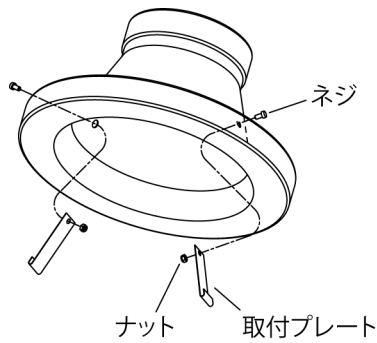

Fig. 6
- ① スパナ (8mm)
- ② マイナスドライバー
- 1) 取付プレートをネジ、ナットで組付けてください。(Fig. 6)